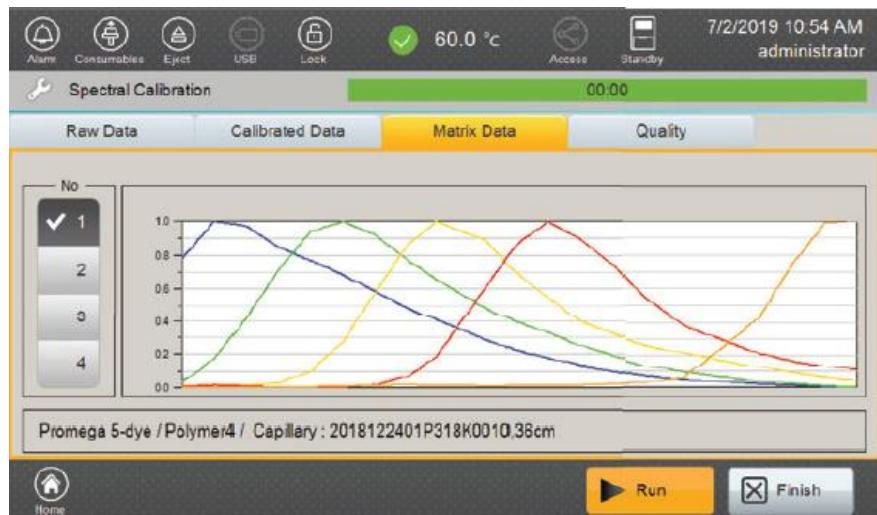

図 55 Spectral calibration “Matrix Data” tab 画面
- Matrix Data タブを選択し、それぞれのキャピラリーの発光スペクトルを確認してください。（図 55）